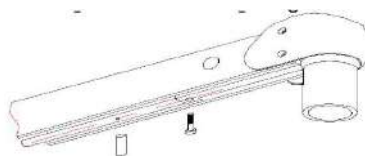

Рис. 3-19В
3) Если инструментальную консоль необходимо поднять или опустить во время использования, нажмите и удерживайте кнопку управления пневматическим тормозом на инструментальной консоли (рис. 3-19а), поднимите и опустите инструментальную консоль в необходимое положение и отпустите кнопку. Инструментальная консоль будет зафиксирована на этой высоте.